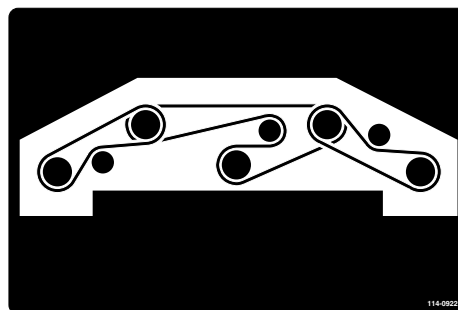

Figure 126
8. Installez la courroie neuve autour des poulies d'axe et de la poulie de tension (Figure 126).